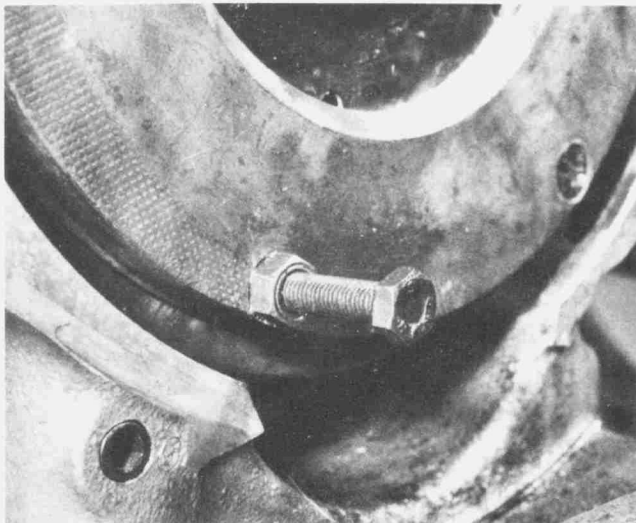

Bild 29
- Jede zweite Schraube herausdrehen und durch eine Halteschraube der Grösse M8 × 50 mm Länge ersetzen (Bild 29), auf die dann eine Mutter gedreht wird (oder das BMW-Werkzeug Nr. 534 benutzen). Die jeweilige Mutter bis zum Druckring hinunterdrehen und fingerfest anziehen. Danach werden die übrigen drei Druckring-Befestigungsschrauben herausgedreht.